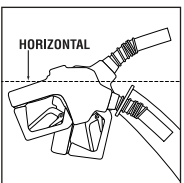

Figure 10
- **Solution:** Repositionnez le bec dans le tuyau de remplissage. (Voir Fig.10)